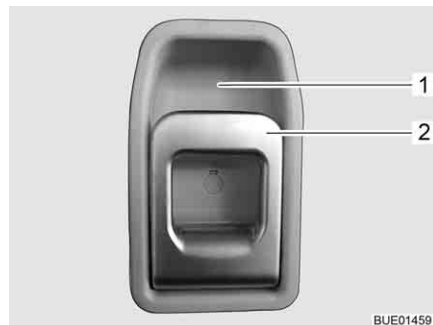

Fig. 47 Cerradura de la puerta de entrada, en el interior
- Tirar del tirador (Fig. 47,2). Se desbloqueó la cerradura de la puerta.
- Presionar la parte superior del tirador (Fig. 47,2) hacia el alojamiento del tirador (Fig. 47,1).